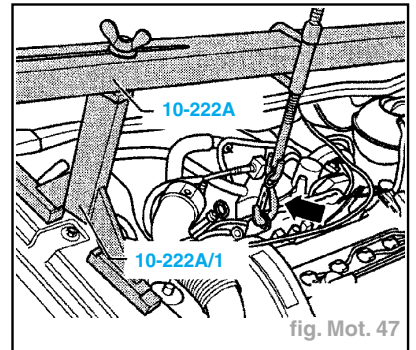

fig. Mot. 47
- Mettre en place le dispositif de maintien **10-222A** avec les pieds **10-222A/1** comme indiqué (fig. Mot. 47).